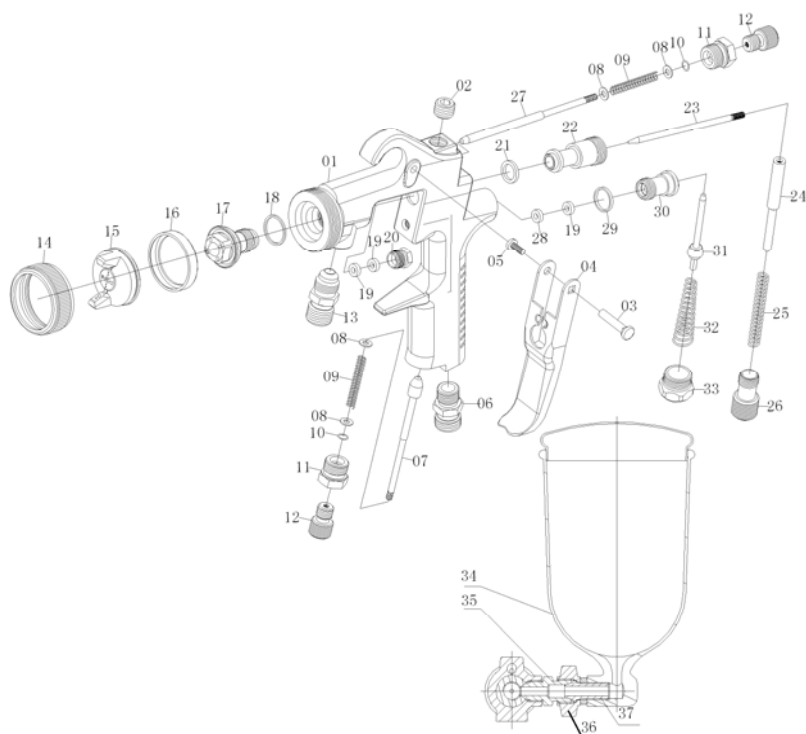

Рис.3. Общее устройство и схема сборки краскораспылителя с нижним бачком
7. Форма факела должна соответствовать рис.3 вид в.